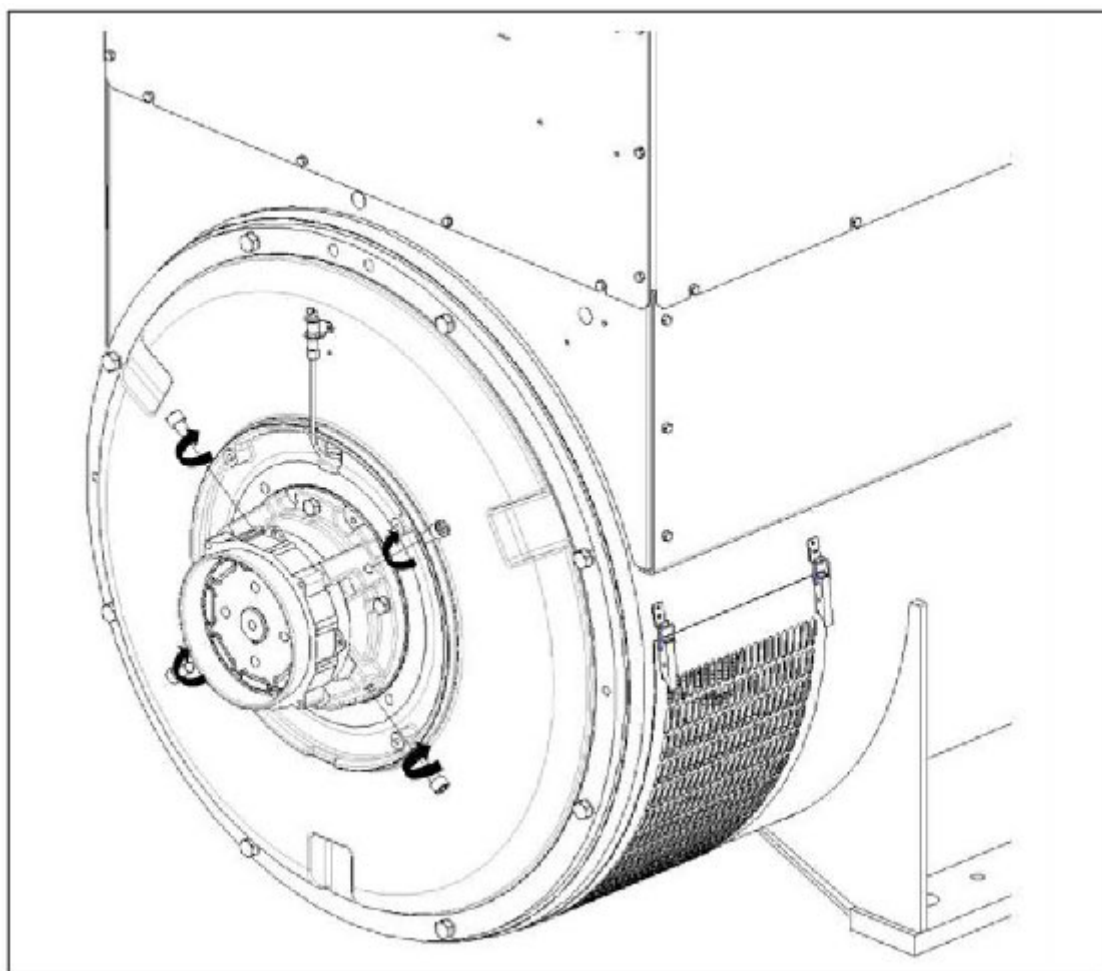

FIGURA 19. ISTRUZIONI PER LA RIMOZIONE E IL MONTAGGIO DELLE VITI DI SUPPORTO DEL ROTORE PER IL TRANSITO
4. Sostituire le viti di supporto per il transito con le 4 viti di chiusura in dotazione e serrare a 50 Nm. Fare riferimento a: Figura 19 a pagina 32.
2. Individuare e rimuovere le 4 viti di chiusura sul coperchio del cuscinetto lato condotto. Fare riferimento a: Figura 19 a pagina 32.